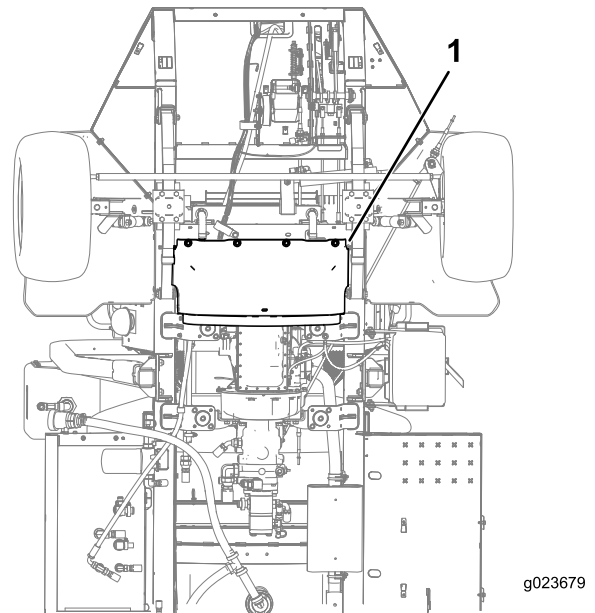

Bild 1
2. Entfernen Sie die vier Schrauben vom Motorschutzblech und dem unteren Schutzblech (Bild 1).